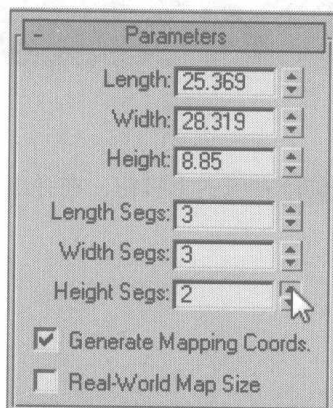

图 6.491
- 01 在 Create 控制面板中单击 **Box** 按钮，在 Front 视图中建立一个 Box，并在 Modify 控制面板的 Parameters 卷展栏中设置 Box 的参数，如图 6.491 所示。